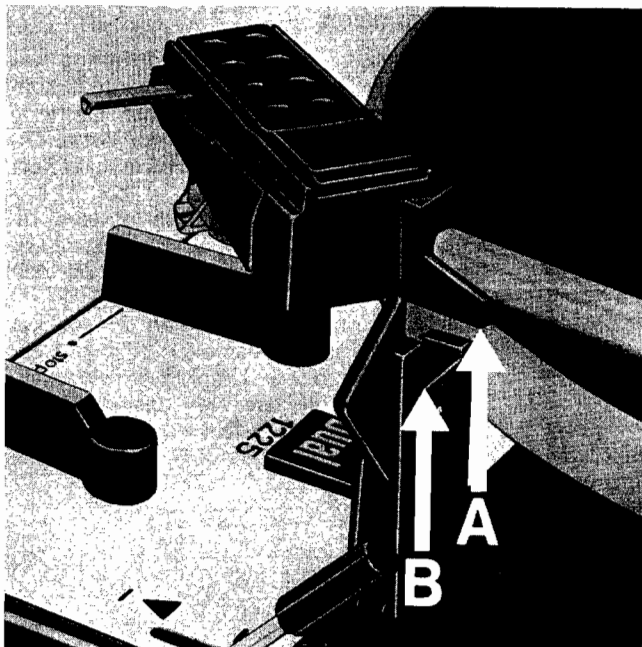

Fig. 15
Der Tonarm ist ausbalanciert, wenn Kante „A“ des Tonarmkopfprofils und Kante „B“ der Tonarmstütze auf gleicher Höhe sind (Fig. 15), oder wenn der Tonarm sich nach Antippen in vertikaler Richtung wieder von selbst in die horizontale Lage einpendelt, d.h. weder oben anstößt noch unten auf der Tonarmablage aufliegt. Beim Ausbalancieren des Tonarmes muß dieser von der Kinematik entkoppelt sein. Tonarmlift in Stellung **II** bringen und eventuell plattenteller von Hand im Uhrzeigersinn (einige Umdrehungen) drehen.
The tonearm is exactly balanced when edge "A" of the tonearm head profile is at precisely the same height as edge "B" of the tonearm rest (Fig. 15), or when the tonearm, after being tapped into vertical position, returns automatically to a horizontal position and neither strikes above nor rests on the tonearm support. When balancing the tonearm, the automatic mechanism must be disengaged. To be sure of this, place the cue control in position **II** and turn platter by hand clockwise a few rotations.
Le bras de lecture est équilibré, lorsque le bord «A» du profil de la tête et le bord «B» du support du bras sont au même niveau (fig. 15), ou lorsqu'après une légère pression verticale exercée sur le bras, celui-ci revient de lui-même dans la position horizontale, c'est à dire que le bras se soulève sans aller jusqu'à la butée, et sans retourner jusque sur son support.
De toonarm is juist uitgebalanceerd, wanneer zijde "A" van het tonarmprofiel op gelijke hoogte is met zijde "B" van de steun (fig. 15), of wanneer de toonarm na aanraking vanzelf een horizontale positie inneemt. D.w.z. noch aan de bovenkant stuit, noch op de toonarmsteun neerzakt.
El brazo fonocaptor esta equilibrado cuando el canto "A" del perfil del cabezal del brazo y el canto "B" del soporte del brazo se hallen en una misma altura (Fig. 15), o si el brazo fonocaptor retornase automáticamente a la posición horizontal después de haberle dado un golpecito en sentido vertical es decir, que ni se inclina hacia arriba ni se apoya en su soporte. Al equilibrar el brazo fonocaptor, este debe estar desacoplado de la cinemática. Poner el dispositivo de elevación/descenso del brazo en la posición **II** y girar eventualmente el plato giradiscos a mano, en el sentido de las agujas del reloj (bastan unas cuantas revoluciones).
1. Ställ in skalorna för nåltryck (9) och antiskating (11) på "0".
4. Finjustera balansen genom att vrida motvikten. Tonarmen är rätt balanserad när kanten A på monteringsbryggan ligger i nivå med kanten B på tonarmsstödet Fig. 15. Om man nu vippar på tonarmen i vertikalläge, skall den av sig själv pendla tillbaka till horisontalläget. Vid utbalansering av tonarmen måste "start"/"stop" - vredet stå i neutral-läge så att tonarmen är frikopplad från automatiken. Om vredet icke står i neutral-läge, ställ tonarmsnedlägget i läge **II** och snurra skivtallriken för hand medurs några varv.